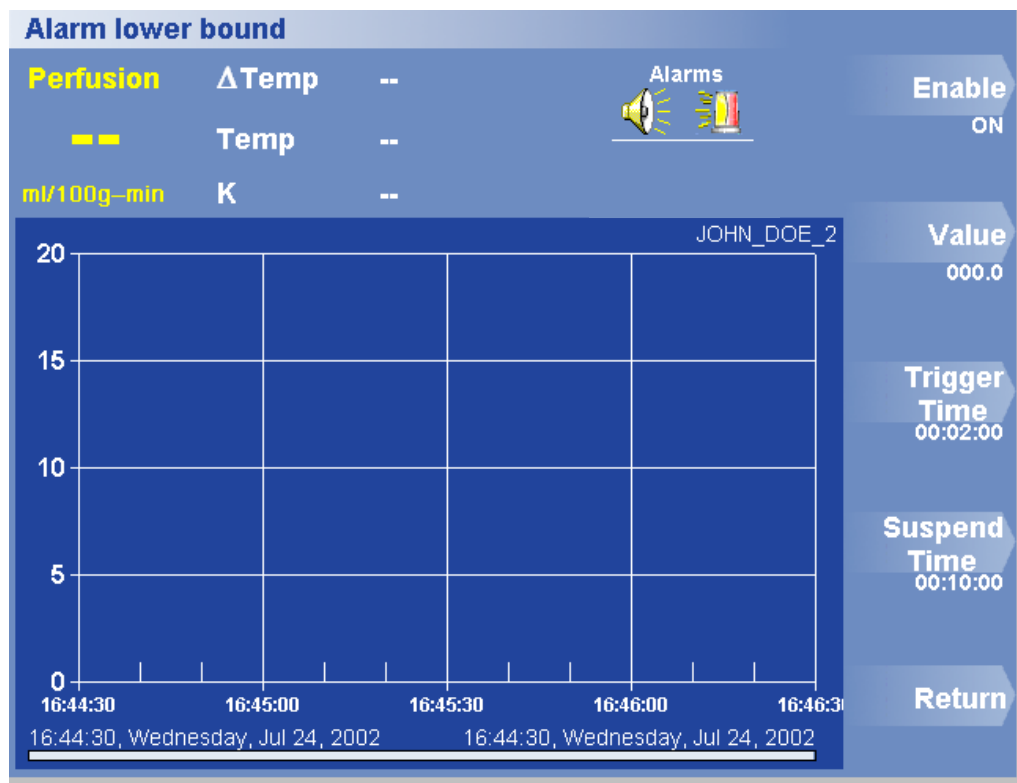

Figura 30. Menu Alarme Mínimo Activado
2. Prima Lower Bound (Valor Mínimo de Activação). Aparece o menu Alarme Mínimo Activado (Figura 30).